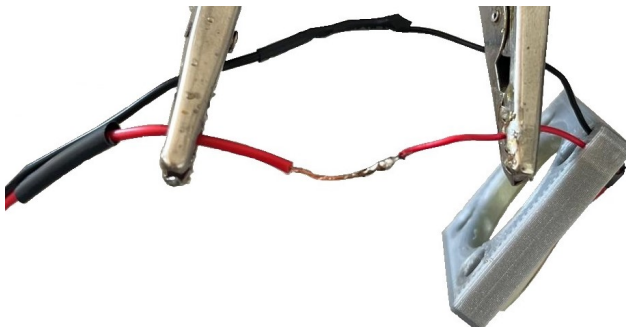

Abb. 11: Rote zusammengelötete Kabel
- (16) Ziehen Sie den Schrumpfschlauch über die Lötstelle und erhitzen Sie diesen vorsichtig mit einem Feuerzeug o. Ä., sodass dieser vollständig zusammengeschrumpft.
- (17) Löten Sie das rote Ende der Zwillingslitze an das rote Kabel des Piezoelements (Abbildung 11).